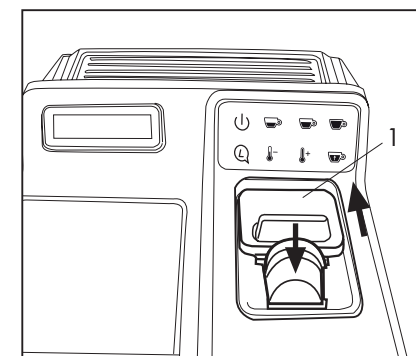

Fig. 10
- Abra la tapa (1) e inserte una cápsula en el espacio específico. (Fig.10)